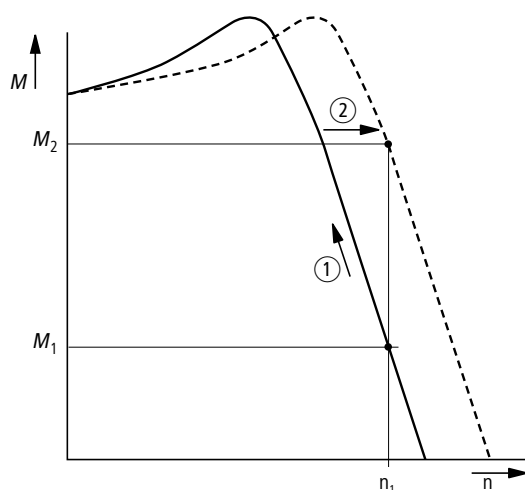

Abbildung 78: Drehzahlverhalten mit Schlupfkompensation
So wird – vereinfacht dargestellt – bei zunehmendem Lastmoment ① die dadurch bedingte Drehzahlabsenkung durch ein Anheben der Ausgangsfrequenz ② kompensiert (→ Abbildung 78).